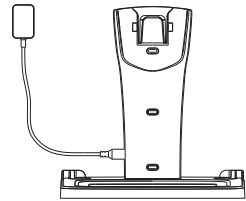

Fig. 5-1b
2. För in den stora änden av adaptern i eluttaget och anslut sedan strömkällan väl. (se Fig. 5-1b)